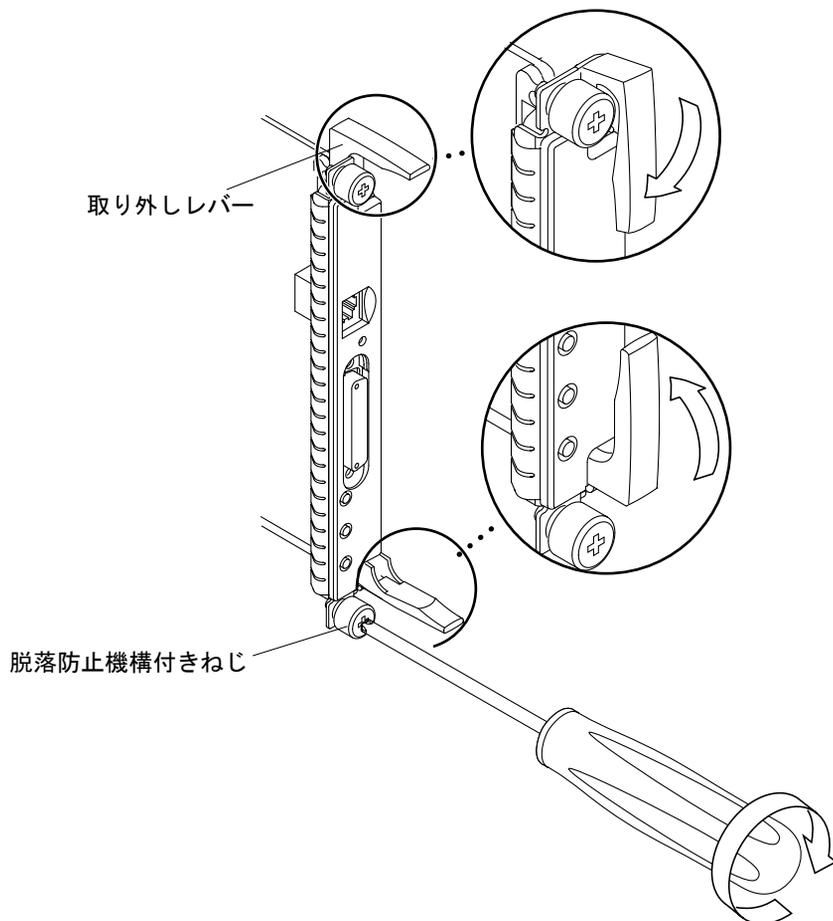

図 7-7 脱落防止機構付きねじの締め方および取り外しレバーのロック方法
4. ボードを完全にカードケージに挿入してから、ボードの取り外しレバーを両方同時に内側に倒します (図 7-7)。
5. プラスのねじ回し (Phillips の 2 番) で、2 本の脱落防止機構付きねじを締めます (図 7-7)。